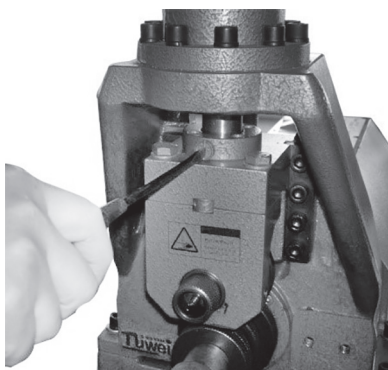

Figura 9
1. Remova os 2 parafusos, conforme Figura 9;
1. Solte os parafusos entre o pistão e a estrutura da matriz superior (**Figura 9**);